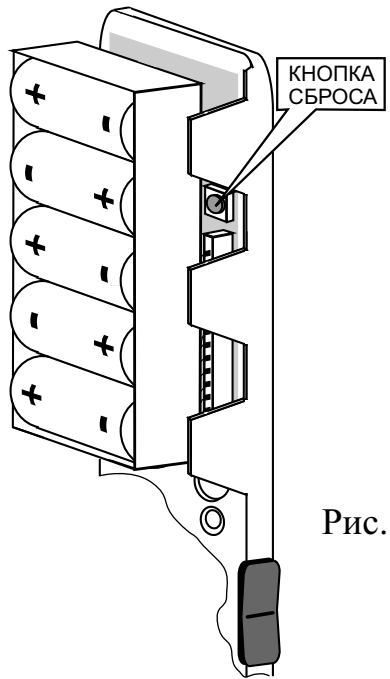

Рис. 15
7.1.19. Соедините разъём кассеты питания с соответствующим разъёмом платы управления. Нажмите кнопку сброса на плате управления (рис. 15). Кассету установите в паз корпуса замка до щелчка, кабелем в сторону электромагнита.